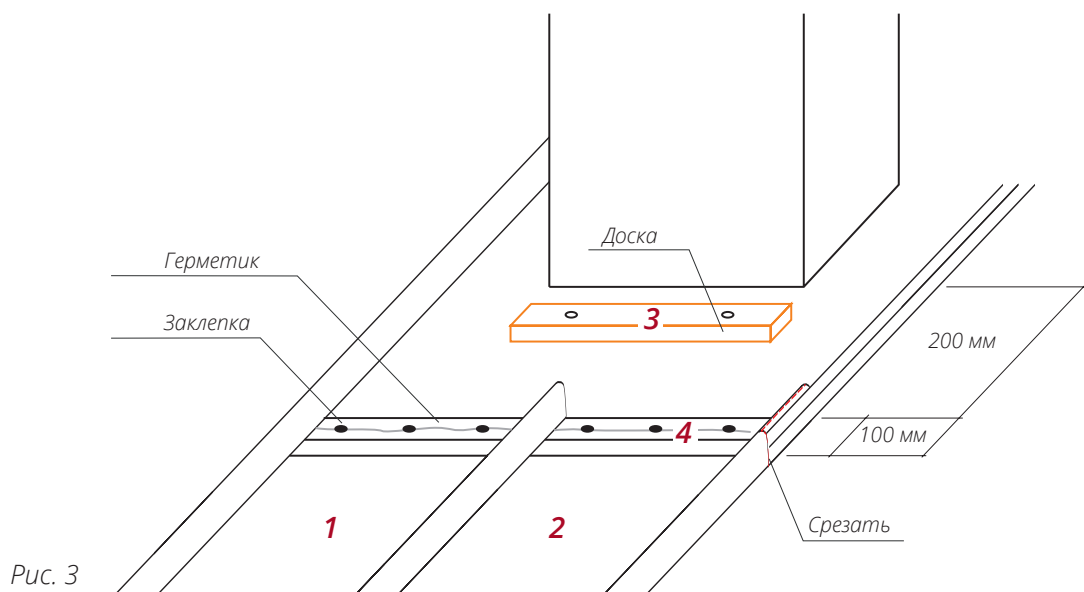

Рис. 3
■ Картины **1** и **2** отрежьте по нижнюю границу трубы (рис. 3).